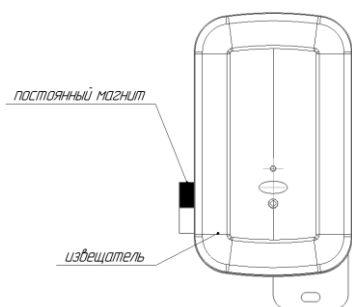

Рис. 4 – Место поднесения постоянного магнита
Командой «Программирование адреса устройства» можно задать адрес извещателя независимо от того, какой ему адрес присвоен на данный момент. Это может быть использовано в случае ошибочного назначения одинаковых адресов двум и более устройствам. Для этого с пульта или компьютера подать команду на программирование требуемого адреса. После чего в течение не более 5 минут к извещателю, который находится в дежурном режиме, поднести постоянный магнит к области (см. рисунок 4). При этом светоизлучатель извещателя переходит в режим непрерывного свечения. На пульте или компьютере отобразятся события о потере связи с устройством по старому адресу и о восстановлении связи с устройством по новому адресу. Если устройства имели одинаковый адрес, то сообщений о потере связи по старому адресу не будет.
2.4.4 Упрощённый контроль функционирования извещателя (без проверки оптической части) можно осуществить путём поднесения постоянного магнита к извещателю (см. рисунок 4). ПКУ «С2000М» или АРМ «Орион Про» должен выдать сообщение «Тест» или «Пожар», в зависимости от режима тестирования. Упрощённый контроль работает начиная с «С2000-КДЛ» версии 2.15 и «С2000-КДЛ-2И» v.1.15.